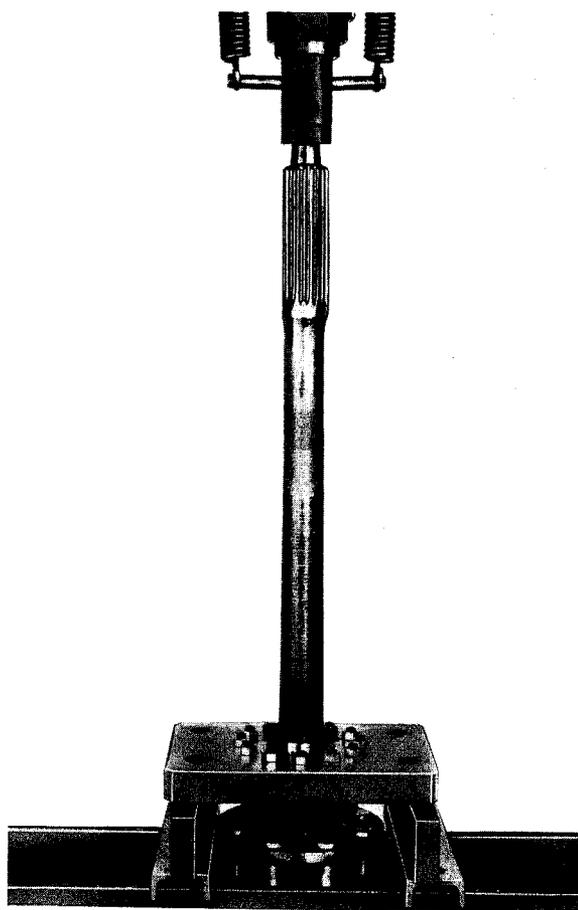

Fig. 5
- 4° Placer le montage ainsi constitué sous une presse hydraulique comme le représentent les figures 5 et 6 et suivant la course de la presse à votre disposition.